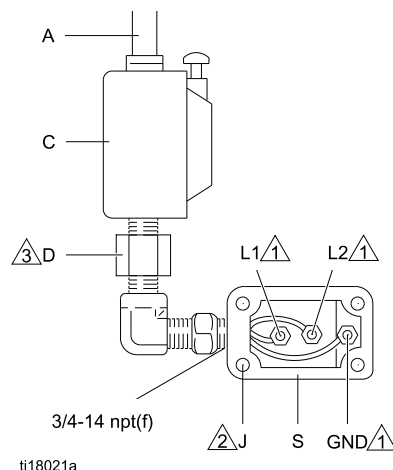

Figure 3 Ligue os fios de alimentação, monofásico
Um vedação de conduíte (D) é necessário dentro de 18 pol. (457 mm) do motor para os EUA e Canadá. Consulte a Fig. 3.
2. Consulte a Figs. 3 e 4. Instale um controle de partida/parada (C) na linha de alimentação elétrica (A) com fácil acesso ao equipamento. O controle de partida/parada deve ser aprovado para uso em locais perigosos.
3. Abra o compartimento elétrico (S) no motor.
Observações da Figs. 3 e 4
1. Fixe o fio de aterramento ao compartimento elétrico.. Consulte a Fig. 3 e 4.